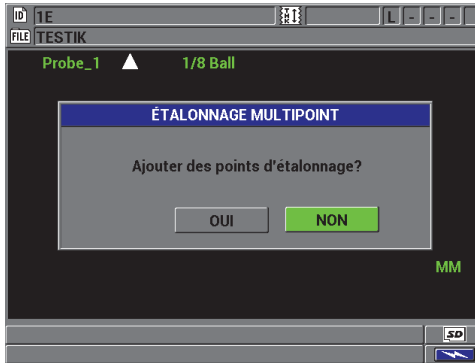

Figure 4-10 Ajout de points d'étalonnage supplémentaires
7. Points d'étalonnage supplémentaires (multipoint) : L'appareil vous demande si vous souhaitez ajouter des points d'étalonnage supplémentaires (voir la Figure 4-10 à la page 93). Sélectionnez **NON** pour compléter l'étalonnage standard (de base) ou sélectionnez **OUI** (multipoint) pour ajouter jusqu'à huit points d'étalonnage supplémentaires.